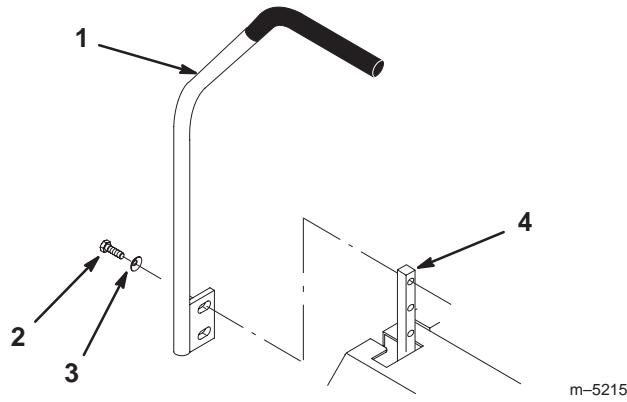

Bild 13
1. Entfernen Sie die beiden Schrauben und Wellenscheiben, mit denen der Schalthebel am Schalthebelarm befestigt wird (Bild 13).
2. Bewegen Sie den Schalthebel in die nächste Lochposition. Befestigen Sie den Hebel mit den beiden Schrauben und Wellenscheiben. Sie müssen die kappenförmige Seite der Wellenscheiben in Richtung Schalthebelarm einführen (Bild 13).